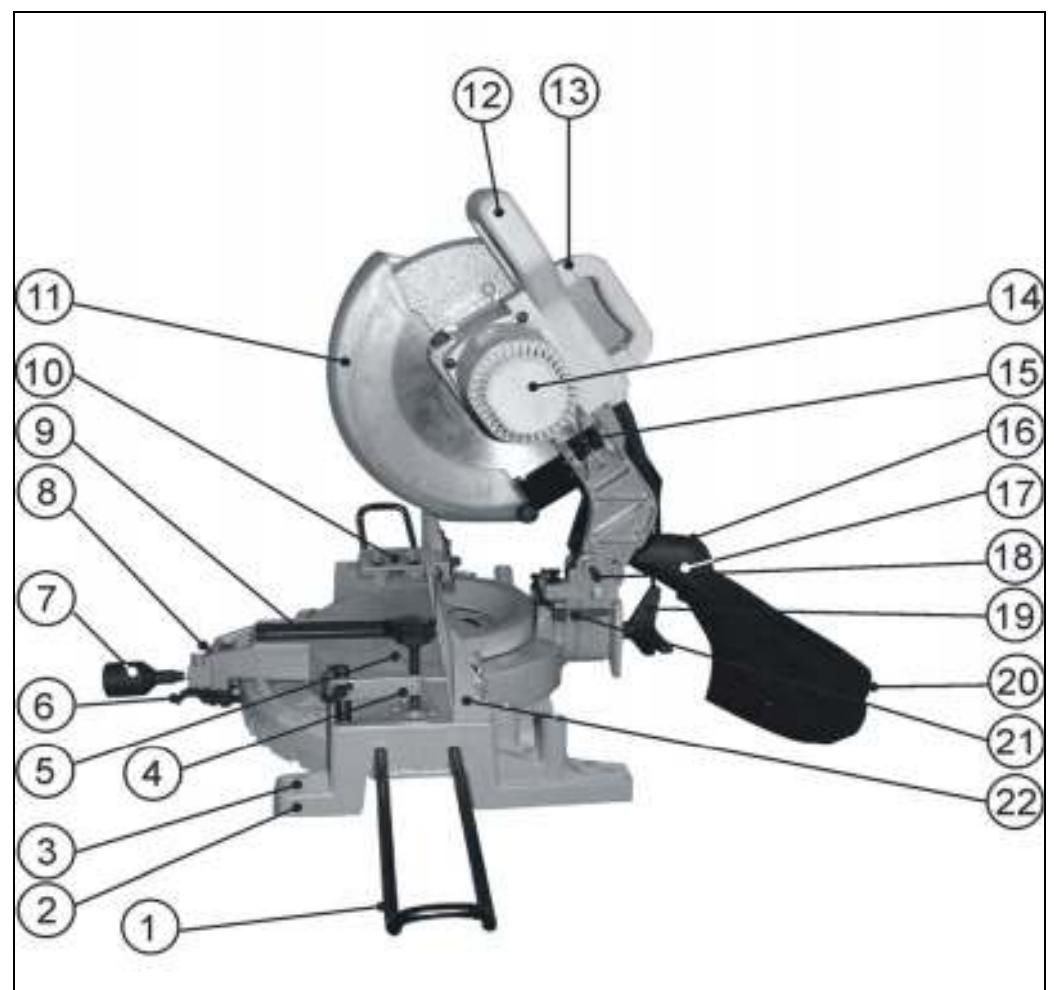

Рис.2
7. УСТРОЙСТВО ПИЛЫ, Рис. 2
8.1. Закрепите поворотный стол (5) с помощью винта фиксации поворотного стола (7) и затяните винт фиксации наклона пилы (19). При транспортировке пилы полностью опускается рукоятка пилы (12) и фиксируется в нижнем положении с помощью стопорной шпильки (18). Транспортировка пилы производится непосредственно за транспортную ручку (13), Рис.2.
9.1.1. Закрепите пилу болтами на ровной и устойчивой поверхности верстака. С этой целью станина (2) пилы имеет четыре отверстия (3). Это обеспечивает устойчивость пилы и безопасность эксплуатации, предотвращает возможность травматизма, Рис.2.
9.2.1. На станине (2) предусмотрены гнезда установки вертикальной струбцины (4). Вертикальная струбцина (4) может быть установлена в станине (2) как слева, так и справа от места распиления, Рис. 2.
9.3.1. Перед намеченной операцией определите размер от места распиливания до концов заготовки. Если этот размер превышает 0,55 м., то необходимо установить дополнительные выдвижные опоры (1) с одной или с обеих сторон в специальные отверстия в станине (2) пилы, Рис.2.
10.1. Поднимите вверх крышку (16). На патрубок пылесборника (17) наденьте пылесборник (20), Рис.2.
Используйте пылесборник (20) во время пиления для более аккуратной работы и легкого удаления опилок из рабочей зоны. Когда пылесборник (20) наполнится наполовину, отсоедините его от патрубка пылесборника (17) и освободите от содержимого, расстегнув молнию и слегка втяхнув для удаления опилок, Рис.2.
10.2. При использовании пилы в продолжительном режиме работы целесообразней патрубок пылесборника (17) соединить с пылесосом для сбора стружки и древесной пыли при работе (см.раздел 18, Рис.2).
11.1. Приведение пилы в верхнее положение (Рис.2)
11.2.1. Ослабьте винт фиксации поворотного стола (7), удерживая рычаг фиксации (6) в верхнем положении за головку винта фиксации поворотного стола (7). Поворачивайте поворотный стол (5) на необходимый угол установки , Рис.2.
11.2.2. Поверните стол до совмещения значения угла поворота, нанесённого на поворотном столе (5), с указателем в узле установки поворотного стола (8), Рис.2.
11.3.1. Для изменения угла наклона пиления, удерживая пилу за рукоятку (12), Рис.4, ослабьте установку винта фиксации наклона пилы (19), Рис.2, наклоните пилу влево на предполагаемый угол пиления, контролируя угол по показаниям шкалы (24) и указателя (21), Рис.5. Положение закрепите винтом фиксации наклона пилы (19), Рис.2.